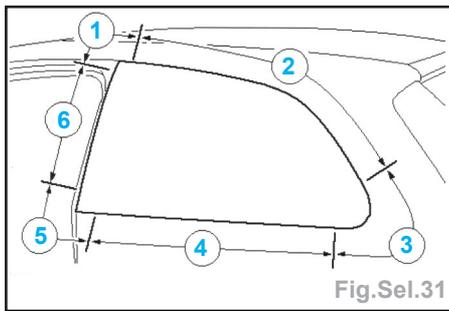

Fig.Sel.31
- De l'intérieur du véhicule, à l'aide de l'outil de coupe approprié, couper l'adhésif PU en respectant les profondeurs maximales indiquées (Fig.Sel.31).